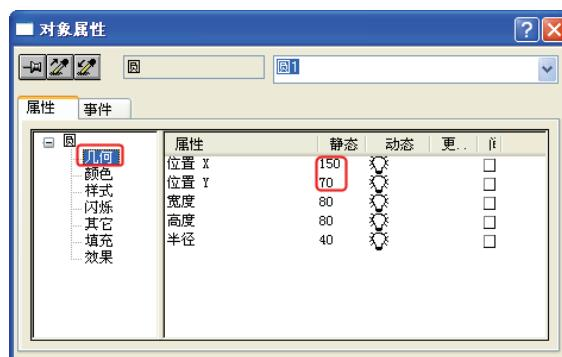

图 5-14 “对象属性”对话框
- 1) 选中圆，单击鼠标右键，弹出快捷菜单，单击“属性”命令，弹出“对象属性”对话框，如图 5-14 所示。